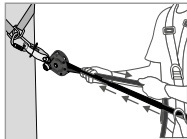
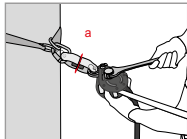

Fig 3
Fig 4
Po zamontowaniu linki bezpieczeństwa należy ustawić jej naciągnięcie przez manualne naprężanie linki (od strony węzła końcowego –Rys. 3). Krzywka (8) oraz dźwignia krzywki (4) powinny automatycznie zbliżyć się do linki. Zaciśnięć dźwignię krzywki (4), a następnie za pomocą odpowiednio dopasowanego klucza naciągnąć linkę na osi regulacji naciągnięcia (1), aż podkładka wskaźnika naciągnięcia (a) znajdzie się pod wskaźnikiem naciągnięcia (2) zacznie się swobodnie obracać (Rys. 4). PRZESTAC DOKRĘCAĆ, jak tylko podkładka zacznie swobodnie się poruszać! Ruch ten odpowiada wstępnemu naciągowi linki o wartości około 0,5 kN. Podczas użytkowania należy regularnie sprawdzać naciągnięcie linki (obroty podkładki wskaźnika naciągnięcia) i w razie konieczności uregulować je zgodnie z powyższym opisem.